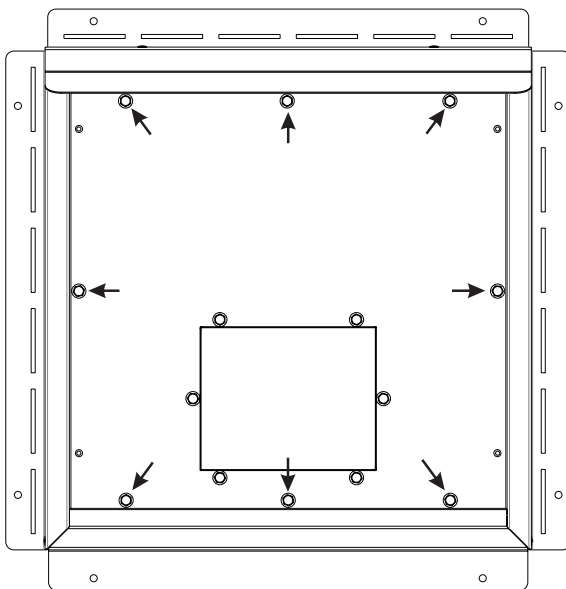

Figure 21
26. Fixer la plaque arrière à l'assemblage d'extrémité extérieure au moyen de 8 vis n° 10 x 1/2 po. **Voir Figure 21.** Ne pas installer maintenant les vis des côtés supérieur et inférieur.